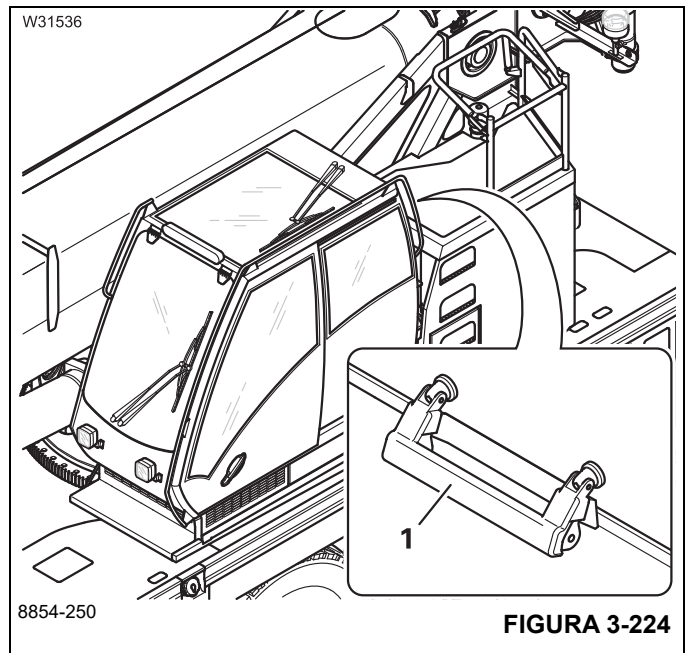

FIGURA 3-224
- Eleve la manija (1), (Figura 3-224).
- Oprima la manija hacia abajo (1).